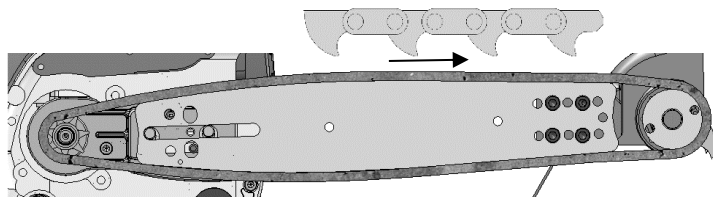

Bild 3: Applicering av kedjan
- > Lägg nu kedjan runt motorsågens drev och runt drivningsdrevet. Sätt in drivningsleden i skenan. Se till att kedjan roterar i rätt riktning (bild 3)